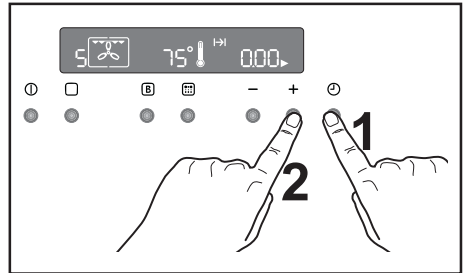

Abb. 10
- Drücken Sie die Taste "-" um die Zeitangabe zurückzustellen, bis das Display "0.00" anzeigt (Abb. 10).